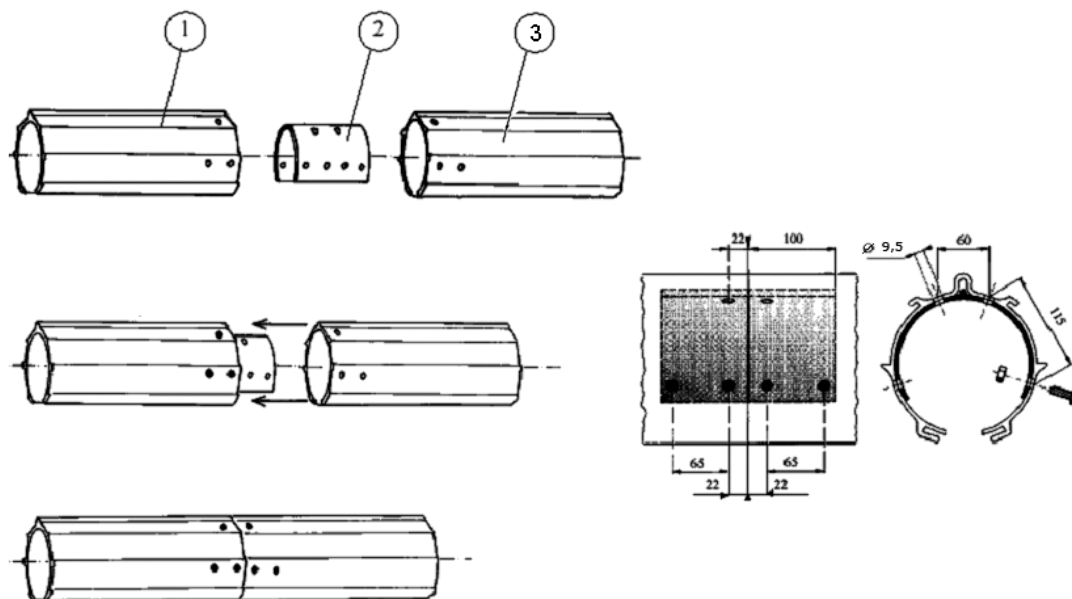

Рисунок 4
5.2.1 Необходимо расположить элементы рельса-воздуховода под предназначенным для его установки местом. Установить в первый элемент (1) соединительную муфту (2) на половину её длины и просверлить 6 отверстий диаметром 9,5 мм под болтовые соединения (рисунок 4), сверление рекомендуется начинать с верхних отверстий. После сверления отверстий соединить болтами М8х30. Подвести второй элемент (3), установить в него муфту, просверлить отверстия и закрепить болтами М8х30. Следить за тем, чтобы элементы рельса-воздуховода располагались соосно и в местах стыков не было уступов. Отсоединить элемент (2), разобрав болтовые соединения с его стороны. Сверление и подготовку к сборке с последующими элементами производить аналогично.